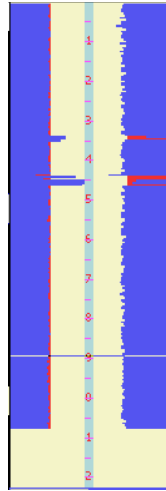

图 8.7 测试曲线区
7) **测试曲线区**: 显示各测点的声速-深度曲线和幅度差-深度曲线。并在测试过程中动态实时刷新, 使您可以随时观察到整个测试结果。曲线上部对应测孔上端, 下部对应测孔底端。如图 8.7 所示, 其中: